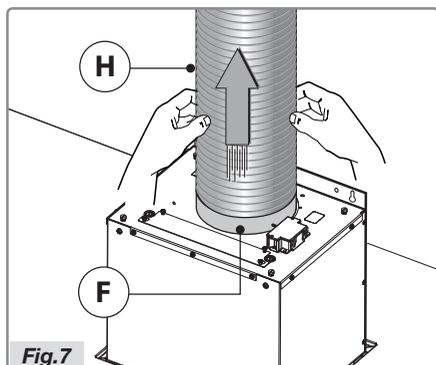

Fig.7
- Attachez le tuyau d'évacuation d'air **H** (non livré avec la hotte) à la bride de raccordement **F**, comme indiqué à la figure 7.